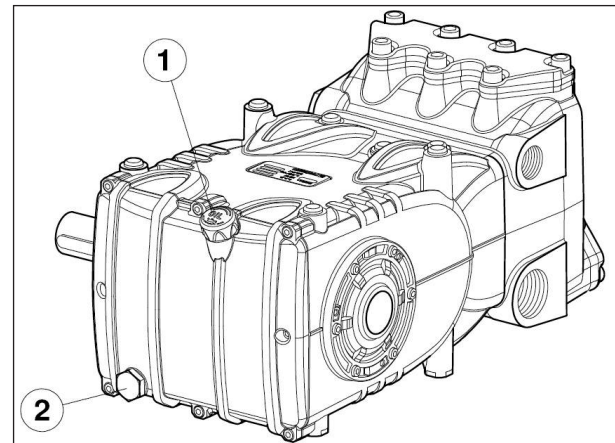

Abb. 3
Ölmesstab Pos. ①, Abb. 3 nach.
Die Ölstandskontrolle hat mit der Pumpe auf Umgebungstemperatur zu erfolgen, für den Ölwechsel soll die Pumpe dagegen auf Betriebstemperatur sein. Entfernen Sie dazu den Ölmesstab, Pos. ①, und anschließend den Verschluss, Pos. ②, Abb. 3.
Führen Sie einen Temperaturfühler in den Ölablassverschluss ein, Pos. ② Abb. 3.